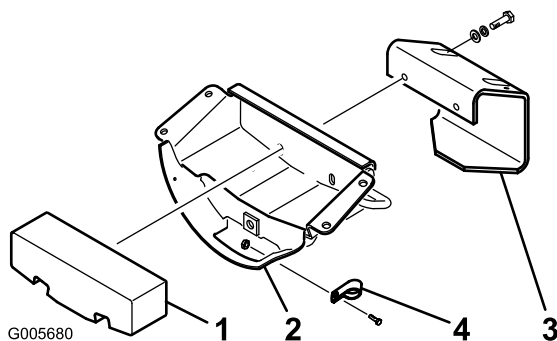

Bild 5
1. Nehmen Sie die beiden Kopfschrauben (1/2 x 3/4 Zoll), die Sicherungsscheiben und Flachscheiben ab, mit denen der Heckballast an der Achsenstütze befestigt ist (Bild 5).